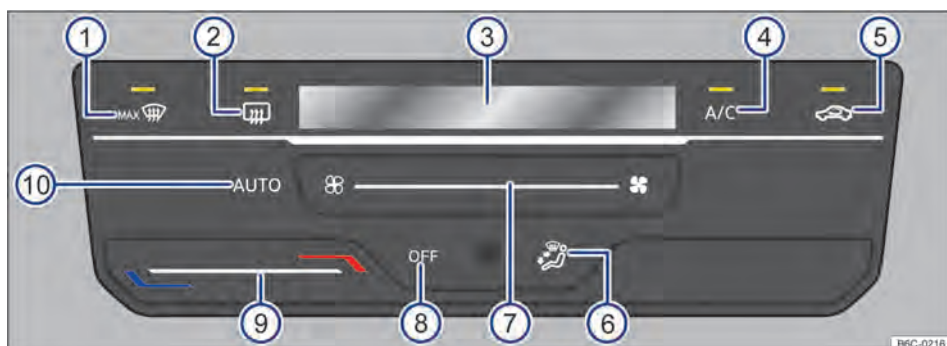

Fig. 88 Comandos do Climatronic.
- *Climatronic*: girar o regulador do ventilador para a esquerda até o batente → Fig. 88 (7)
Com o botão  → Fig. 88 (6) é possível ligar o modo automático do Climatronic.
mático se desliga quando a ventilação é alterada manualmente ou com a alteração da distribuição de ar através do botão → Fig. 88 (4) pressionar.
- *Climatronic*: tocar na superfície de função → Fig. 88 (9).
No display do Climatronic → Fig. 88 (8) é indicada a temperatura ajustada. ▶
- *Climatronic*: tocar na superfície de função → Fig. 88 (7).
- *Climatronic*: pressionar o botão → Fig. 88 (4) para posição desejada, a distribuição selecionada será indicada no display (8).
- *Climatronic*: pressionar o botão  → Fig. 88 (1).